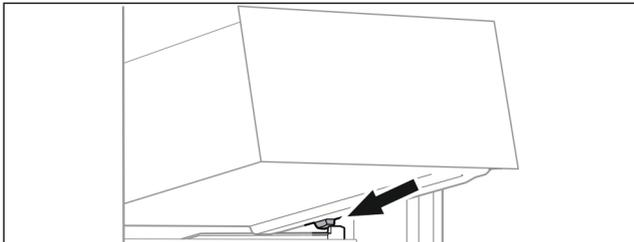

Fig. 74
- ▶ Schubfach schräg hinter den Stoppern auf Behälterrippe aufsetzen. (siehe Fig. 74)